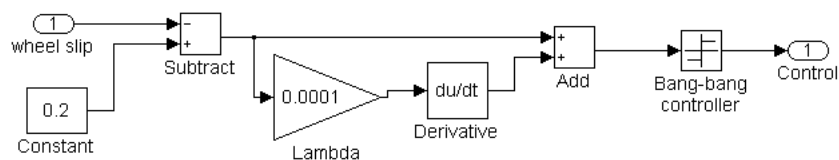

Рисунок 17 — Подсистема «Control Subsystem» управления АБС
На основании формул (32), (33) и (34) создадим подсистему «Control Subsystem» управления АБС (рисунок 17). Величину  $s^*$  примем равной 0,2, а  $\lambda$  равной 0,0001.